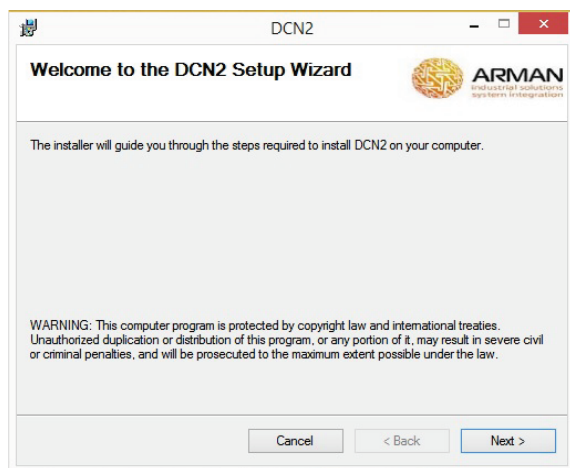

Рисунок 2
1. Загрузить на ПК оператора установочный файл «DCN2.msi» и запустить его. В открывшемся окне инсталлятора нажать кнопку «Next» (рис.2)